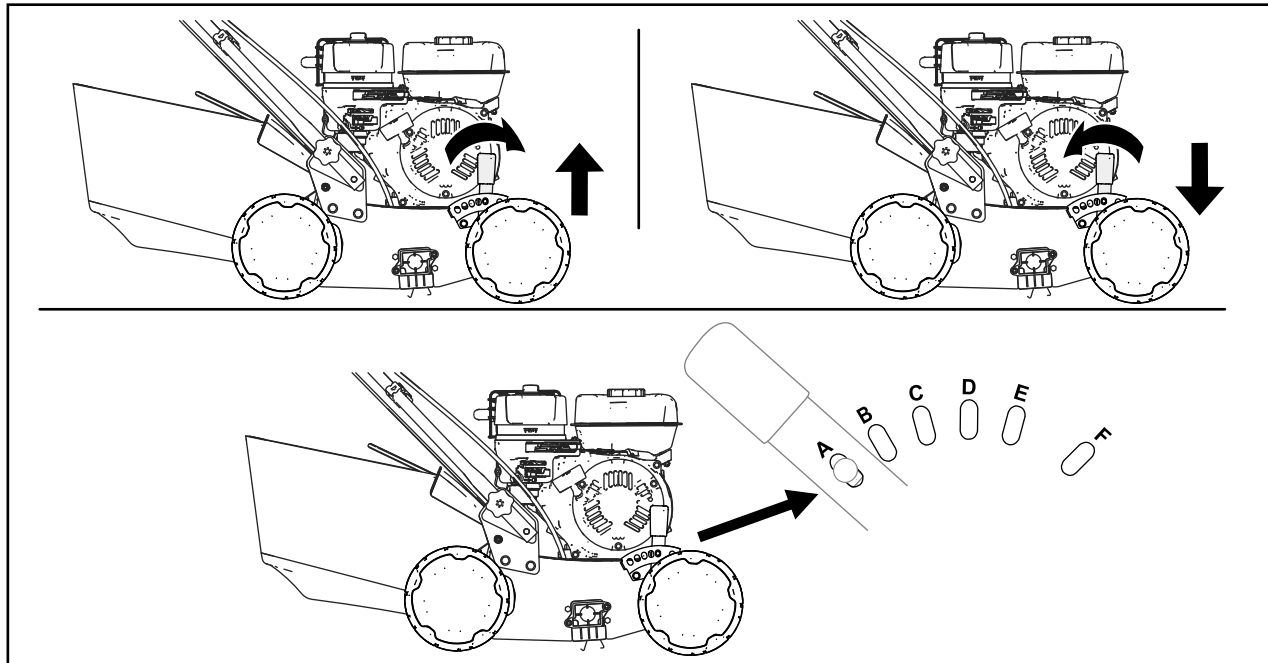

Figura 11
3. Per regolare la profondità di taglio massima, regolate la posizione della leva della profondità di taglio spingendola verso la macchina e spostandola in una diversa fessura (Figura 11).
- La profondità di taglio varia a seconda del gruppo albero montato; fate riferimento a Figura 11 e alla seguente tabella.